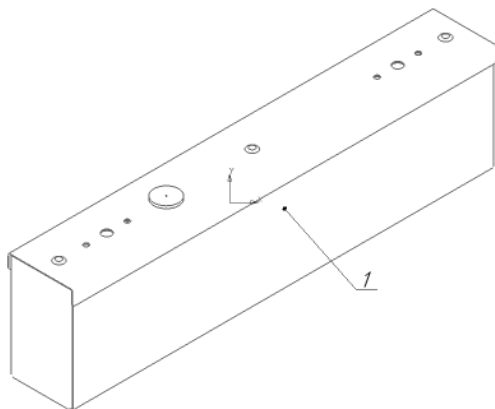

Рисунок 8 - Схема установки отсека источника питания
5.3.6. Установите крышку отсека источника питания, закрутив 2 винта (см. рисунок 8).